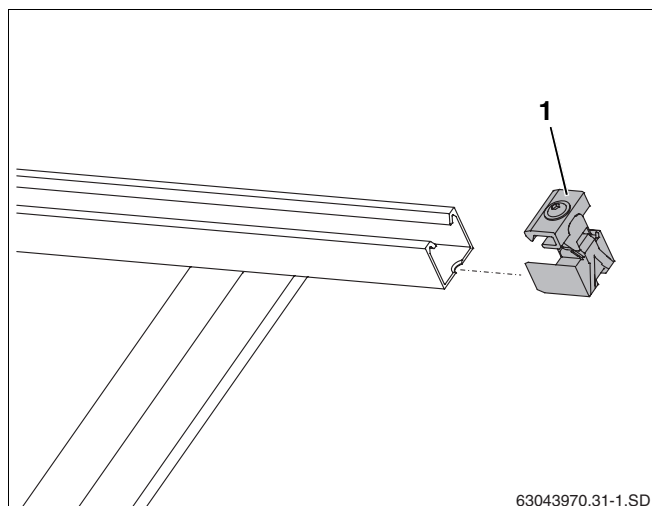

Fig. 44 Inserimento dei terminali di fissaggio
- ▶ Spingere terminali di fissaggio (fig. 44, **pos. 1**) nelle guide profilate all'estremità destra del campo di collettori, finché i terminali non si saranno agganciati nel primo foro oblungo delle guide profilate.